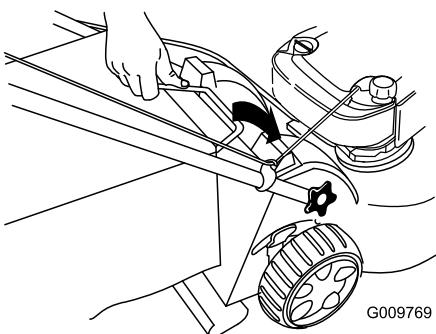

Figura 31
- Introduzca el asa de la bolsa de recogida en las ranuras de la parte superior de la máquina (Figura 31).